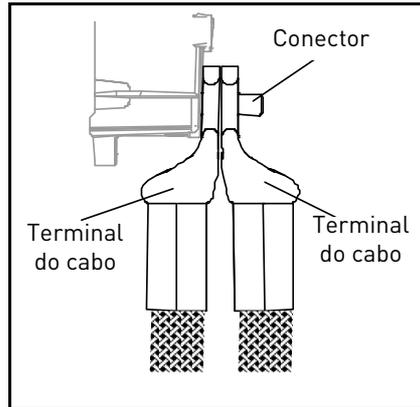

Figura 40. Colocando dois terminais de cabo um sobre o outro
- **NOTA:** Se você ligar vários cabos a um mesmo conector, observe a posição dos terminais do cabo um sobre o outro. Consulte Figura 40 abaixo.